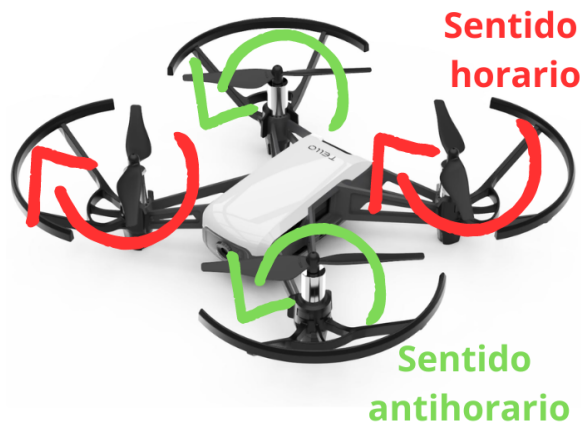

Figure 3: Sentidos de las hélices de un dron.
- Dos giran en sentido horario y dos en sentido antihorario. Este diseño cancela el torque, evitando que el dron gire descontroladamente y manteniéndolo estable en el aire, Ver imagen 3.